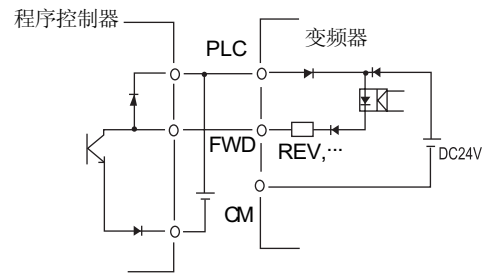

图 2-3-11
**(2) 接点输入端子 (FWD, REV, X1-X9, PLC, CM)**
① 接点信号输入端子 (FWD、REV、X1-X9 等) 和 CM 端子间一般是闭合/断开 (ON/OFF) 动作。使用外部电源配合程序控制器的开路集电极输出 ON/OFF 控制, 有时会发生电源窜扰, 造成误动作。在这种场合, 应使用 PLC 端子, 按图 2-3-11 所示方法连接。
② 接点输入控制时, 为防止发生接触不良, 应使用对弱信号接触可靠性高的接点。